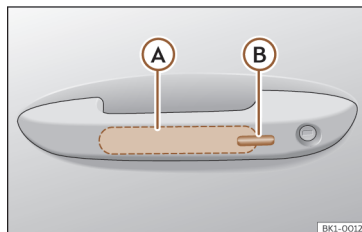

Fig. 75 Manípulo da porta: superfícies sensoras.
>>> **Fig. 75**
- Toque na superfície sensora >>> **Fig. 75 B** situada no lado exterior do manípulo da porta. Todos os indicadores de direção piscam uma vez.
- Antes de passarem 5 segundos, toque uma vez no sensor do lado exterior do manípulo da porta >>> **Fig. 75** . Ao fazê-lo, não agarre o manípulo. O sistema Keyless Access fica desativado temporariamente.